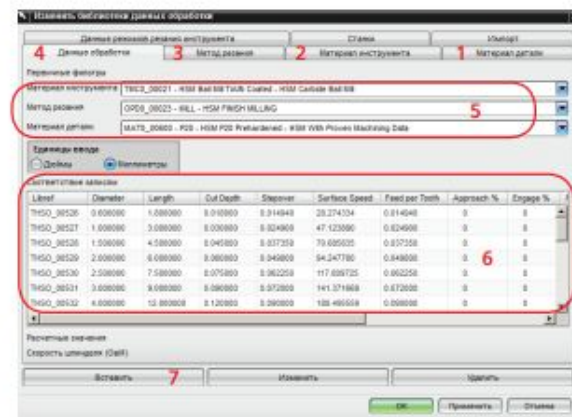

Рисунок 8.16
Возможны изменение и пополнение библиотеки режимов обработки. Диалоговое окно для этого (рис. 8.16) вызывается из меню Инструменты – Изменить библиотеку данных обработки. В окне присутствует несколько вкладок: **Материал детали** (1), **Материал инструмента** (2), **Метод резания** (3), **Данные обработки** (4).